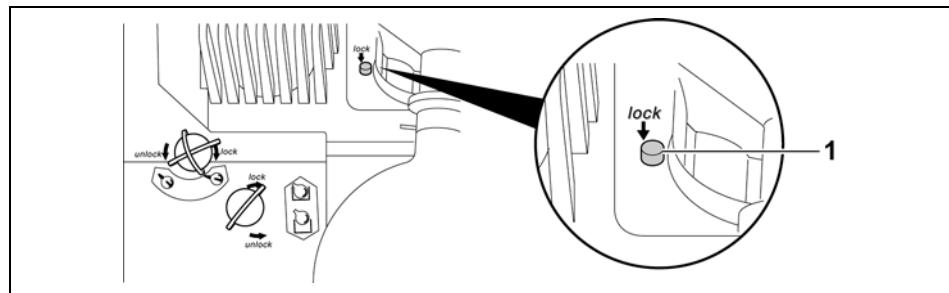

Bild 4-6: Feststellknopf
3. Feststellknopf gedrückt halten (Bild 4-6 (1)).
8. Feststellknopf gedrückt halten (Bild 4-6 (1)).